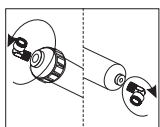

Рис. 7
- 2) Вкрутить муфту в новый картридж. **ВНИМАНИЕ!** Во время вкручивания фитинга, нельзя его поворачивать в обратную сторону (может это привести к нарушению тефлоновой ленты и к негерметичному соединению) (Рис. 7).